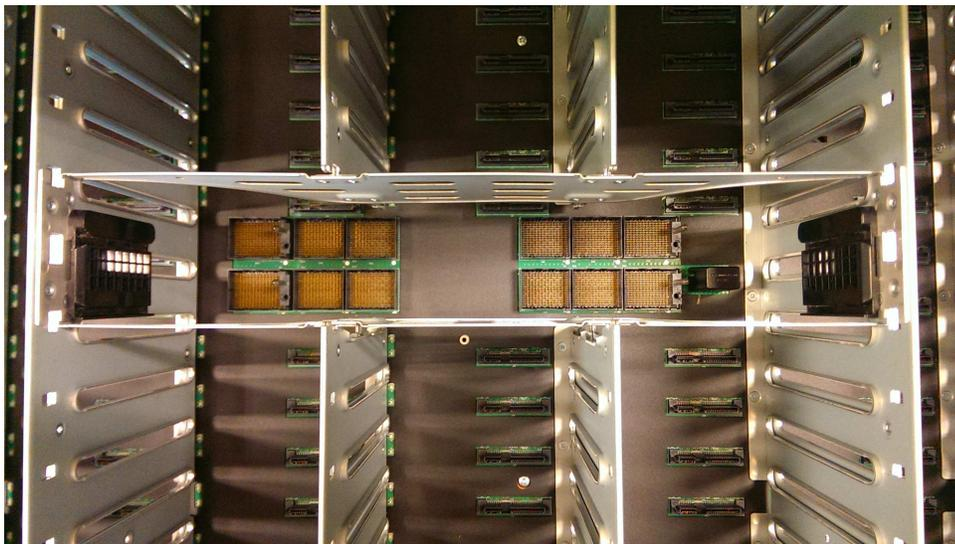

図 67. 2 次拡張機構モジュールのコネクタ
**重要:** 2 次拡張機構モジュールを取り外した後で感電を防止するために、エンクロージャー (FRU P/N 01LJ112) 内にあるコネクタ (図 67 を参照) に触らないでください。